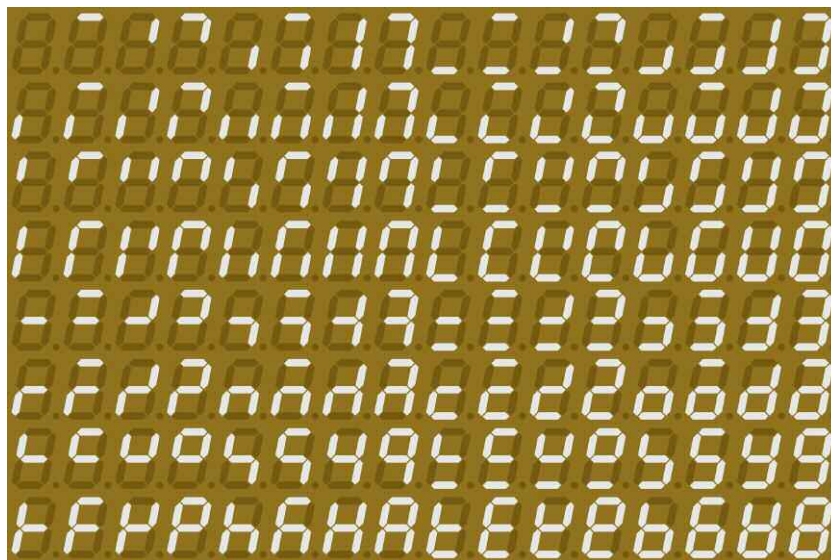

Рис. 2
В Интернете можно встретить несколько вариантов реализации букв английского алфавита. Но без расшифровки начертания символов и соответствия их буквам понять будет очень непросто. Есть попытки писать слова на русском языке, хотя набор легкоузнаваемых букв сильно ограничен. Всего на таком индикаторе можно отобразить 128 вариантов (27). Попробуйте, найдите здесь все буквы алфавита (**рис. 2**).